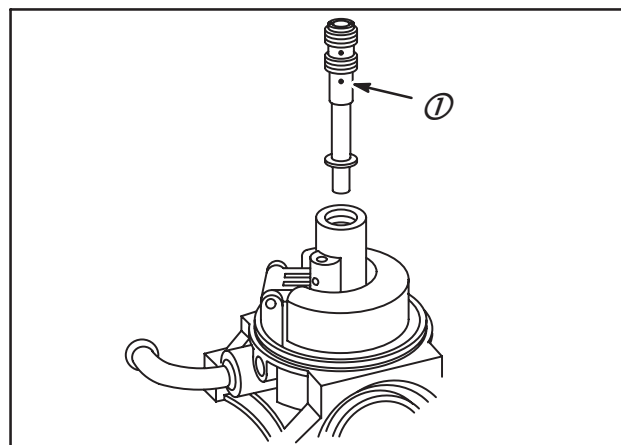

Fig. 104
À l'aide du tournevis pour gicleur Réf. : 19063, retirer le diffuseur principal (1) du carburateur, Fig. 104.